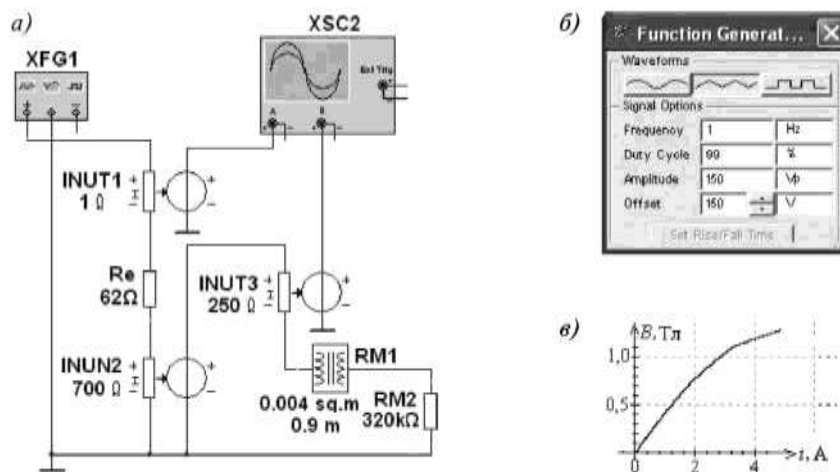

Рис. 15.5
- **установить** параметры элементов схемы, рассчитанные или полученные при выполнении предыдущих заданий, и режимы функционирования источников питания и осциллографа (см. рис. 15.5а и б для примера, рассмотренного в п. 3 раздела «Теоретические сведения...»);
- **запустить** программу MS10. **Установить** режим В/А работы осциллографа, см. рис. 15.5в). **Скопировать** график зависимости $B(i)$ в отчет и **определить** ток в катушке, при котором магнитная индукция в зазоре в 1,5 раза больше значения индукции, рассчитанного в п. 3 раздела «Теоретические сведения...»;